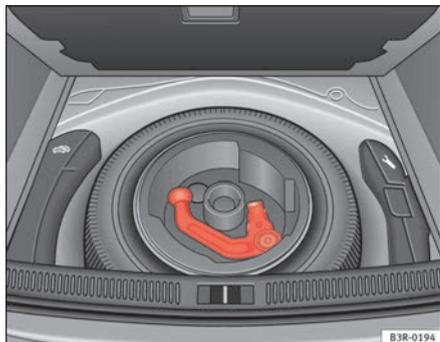

Fig. 148 Bagageira: Roda suplente com dispositivo de reboque
- Nos veículos com roda suplente ⇒ fig. 148.